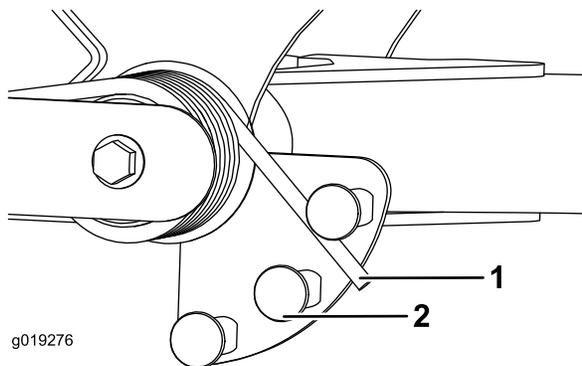

Figura 43
- Coloque un tubo u otro objeto similar sobre el extremo largo del muelle y gírelo alrededor del actuador del muelle a la posición deseada (Figura 43).